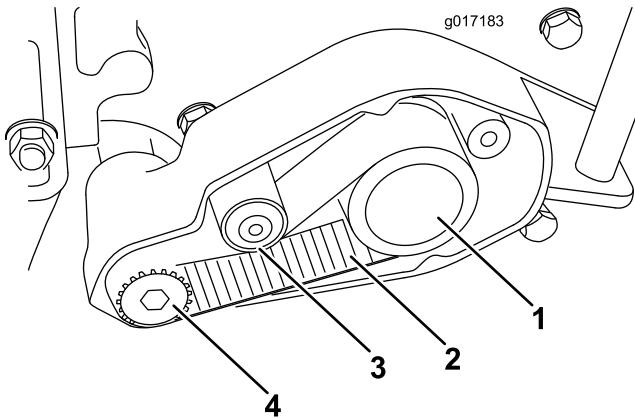

Bild 6
14. Schrauben Sie die Antriebsscheibe auf die linke Spindelwellenverlängerung (Bild 6). Verhindern Sie mit einem Holzblock, dass sich die Spindel drehen kann, und ziehen Sie die Riemscheibe mit mindestens 23 N·m an.
15. Verlegen Sie den gezahnten Treibriemen um die Antriebsscheibe, um die Antriebsriemenscheibe und unter der hinteren Spannscheibe (Bild 6).
24. Wenden Sie Druck in der Mitte des Riemens zwischen der Antriebsscheibe und der Antriebsriemenscheibe an, um die RiemsSpannung zu prüfen (Bild 6). Eine Kraft von (2 bis 4 kg/m sollte erforderlich sein, um die Mitte des Riemens um 6 mm durchzubiegen. Lösen Sie zum Einstellen der Spannung die hintere Gelenkinbusschraube an der Spannscheibe, drehen Sie die Spannscheibe, um die richtige Spannung zu erhalten, und ziehen Sie die Inbusschraube mit 9 bis 14 N·m an.